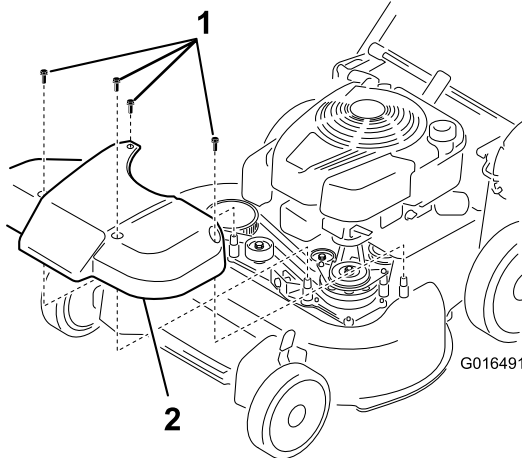

Figura 35
1. Retire la cubierta del sistema de transmisión de las cuchillas (Figura 35).